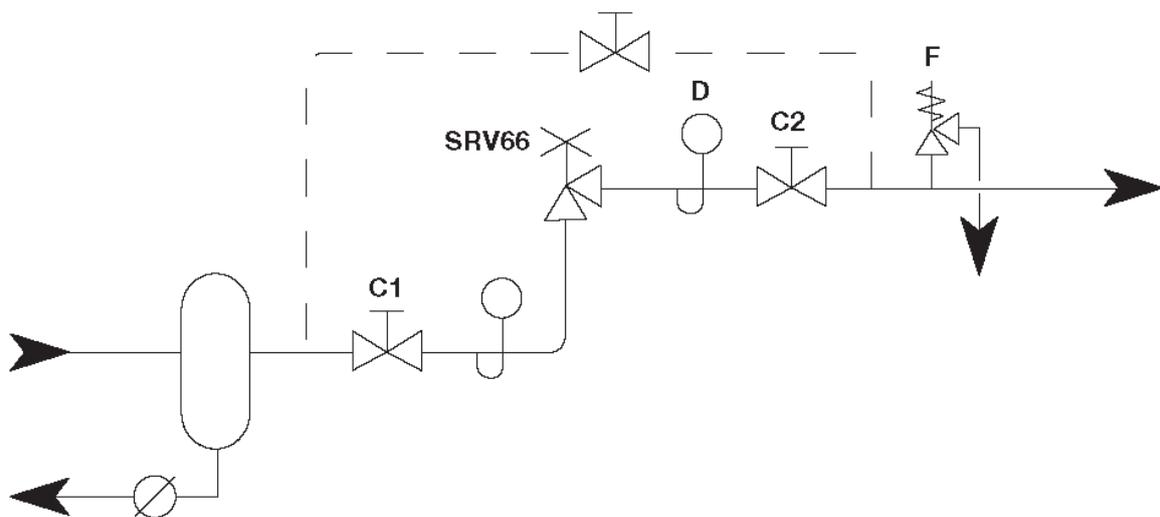

Fig. 5 Isolement du détendeur
- Isoler le détendeur en fermant d'abord le robinet d'isolement amont (**C1**), puis le robinet d'isolement aval (**C2**). Vérifier que la pression est nulle (**D**) et attendre que le détendeur se refroidisse (voir Fig. 5).